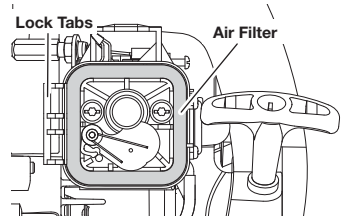

Fig. 6
5. Replace air filter (Fig. 6).